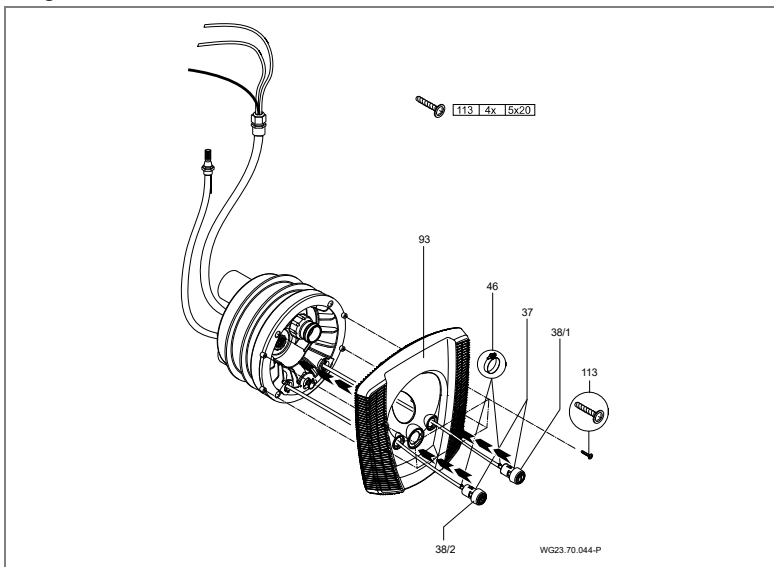

Fig. 17
6. Infilare i flessibili pneumatici nelle aperture nella copertura (93); luce ON/OFF a sinistra; pompa ON/OFF a destra; e fissarli con i rispettivi tasti alle fascette per tubi flessibili (46). (Fig. 17)